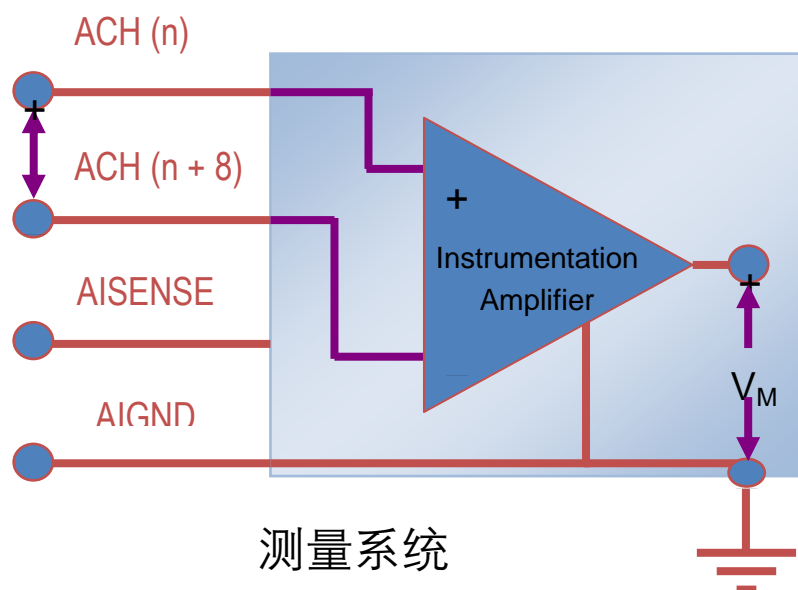

图 4-2 差分模式
- 差分模式：在一个差分测量系统中，仪表放大器的任何一个输入都不是以系统地作为参考的，如图 4-2 所示，AIGND 引脚以及放大器本身是以系统地作为参考的，但两个输入端均不以地作为参考。这里需要注意的是，当我们使用差分方式时，对于一个输入信号 需要使用两个模拟输入通道，于是整个可用通道数就减半了，对于一个 16 通道的数据采集设备，处于差分模式下的时候，只能采集 8 路输入信号了，输入信号的配对规则如图所示，ACH(N)与 ACH(N+8) 组成一对差分输入通道。